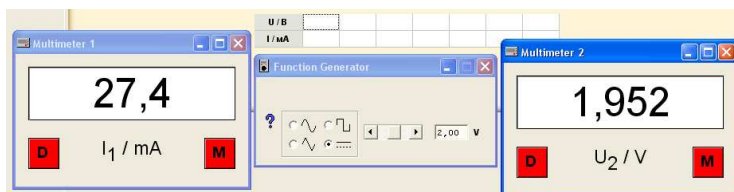

Рис. 4. Таблица со значениями напряжения и силы тока
17. Перенести мышью значение, показываемое мультиметром 2, в строку таблицы со значениями напряжения постоянного тока (рис. 4).
18. Перенести мышью значение, показываемое мультиметром 1, в строку таблицы со значениями силы тока (см. рис. 4).